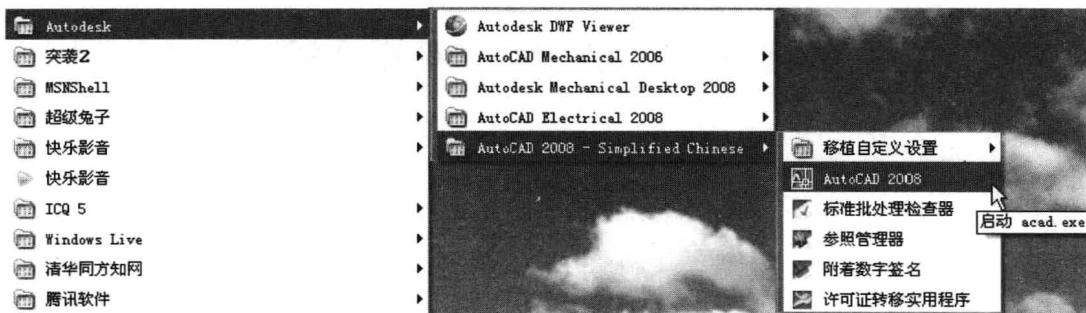

图 1-1 从“开始”→“程序”中打开 AutoCAD 2008
- 选择专用版本中 AutoCAD 2008 项，如图 1-1 所示。